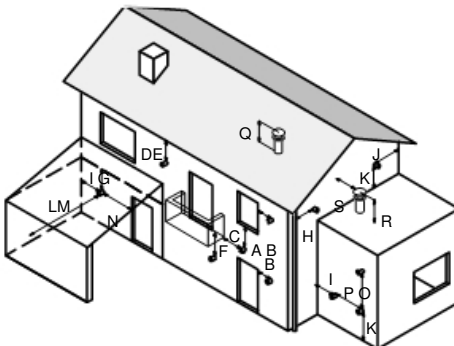

Figura 5.16
- respetar las distancias mínimas de la Figura 5.16 y las normas nacionales y locales vigentes.